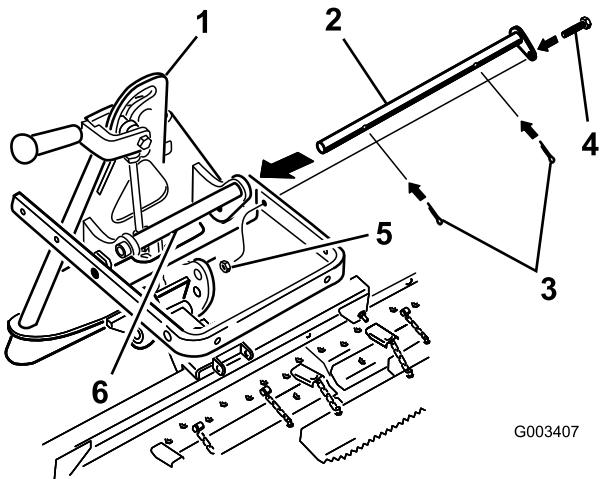

図 5
バーを使って、図 5 のように接続する。
3. ピボットバーを、コッターピン 2 本と (3/8 x 1-1/4 インチ) で固定する（図 5）。